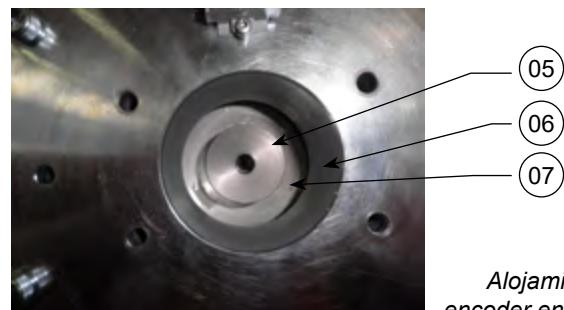

Fig. 9 :
El alojamiento del encoder, con un diam. Ø65 (referencia 6 fig.9) con referencia al eje del motor (referencia 7 fig. 9)
- Introducir el acoplamiento del encoder (ref. 5 fig. 9) en el eje del motor (ref. 7 fig. 9). Asegúrese de colocarlo bien en su sitio.
- Introducir el encoder en su alojamiento en el freno (ref. 6 fig. 9) una vez hecho, apriete el tornillo central Chc M5 X 50 (llave dinamométrica SW4) con un par de apriete de 5 Nm 0/+0.5 Nm.